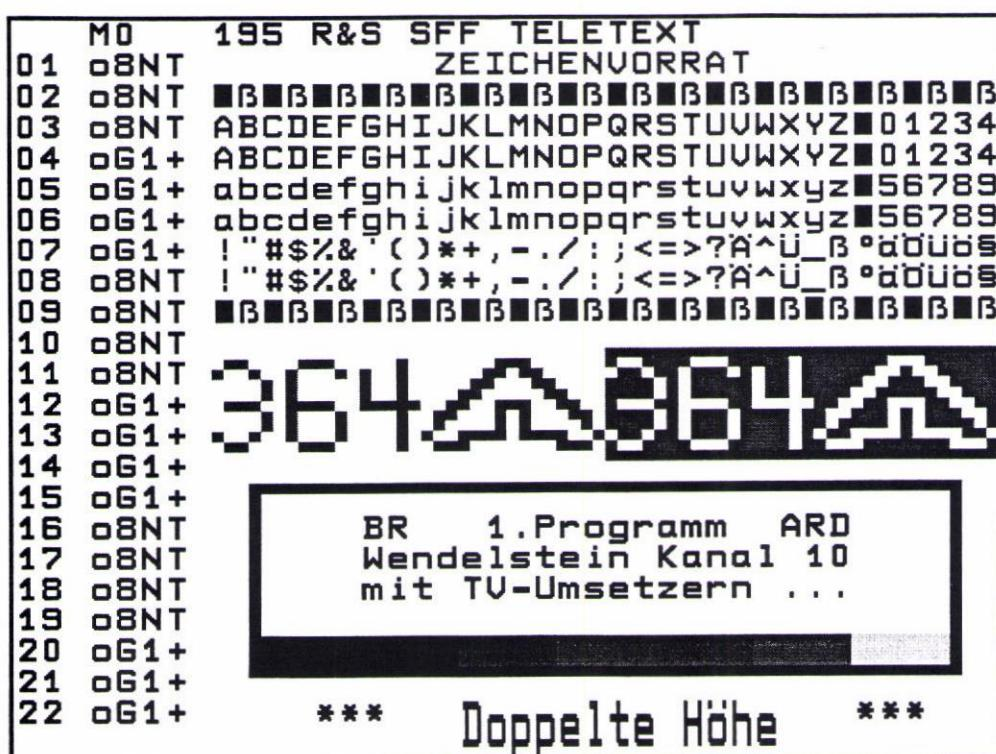

Bild 3-1 Teletextseite 195 mit Senderkennung
Das SETUP-Menü wurde im Standard BG/PAL um die Funktion "Senderkennung" erweitert, die es ermöglicht in die Zeilen 16...19 der Teletextseite 195 eines ankommenden Programmsignals jeweils 26 Zeichen Text einzublenden. Der Eingabebereich für den Text ist im Bild 3-1 dargestellt. Die Umschaltung von der originalen auf die neu generierten Teletextzeile erfolgt innerhalb des dritten Zeichens (=Leerzeichen nach der Zeilennummer).
**Warnung:** Es wird nicht überprüft, ob der Inhalt der Seite 195 tatsächlich die Teletext-Testseite ist (siehe Bild 3-1).